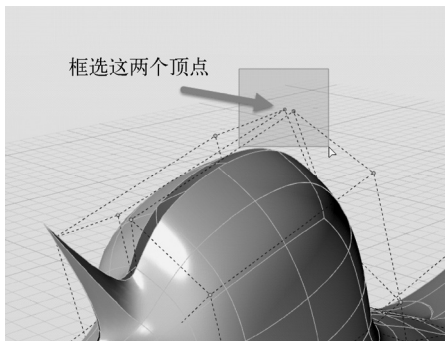

图 6-75 框选两个控制顶点
4) 既然无法自动合并, 则就要通过手动修正。激活顶点编辑模式, 手动选择对称轴左右未在同一位置的两个控制顶点, 如图 6-75 所示。